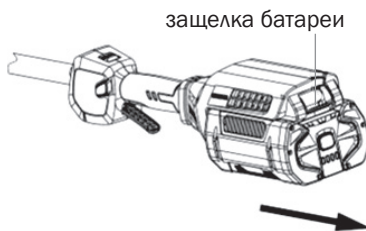

Рис. 12
2. Нажмите и удерживайте кнопку защелки на дне батарейного блока (Рис. 12).